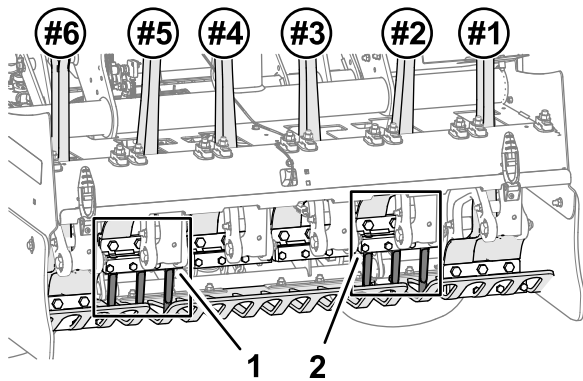
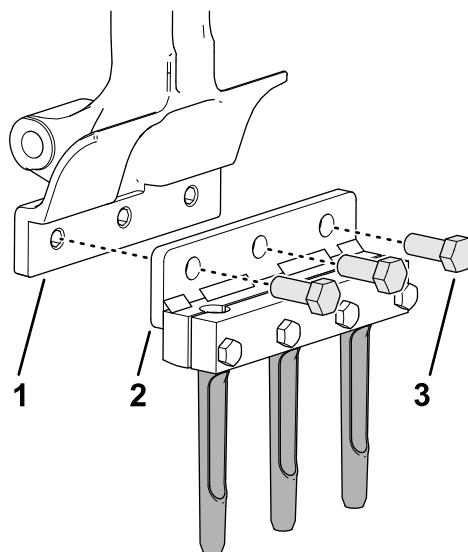

Figura 42
Figura 43
1. Asamblai, fără a strânge, suportul pentru dini i dinii la braul de dinte #2 (Figura 42 i Figura 43) cu 3 uruburi ($1/2 \times 1 \frac{1}{4}$ ").